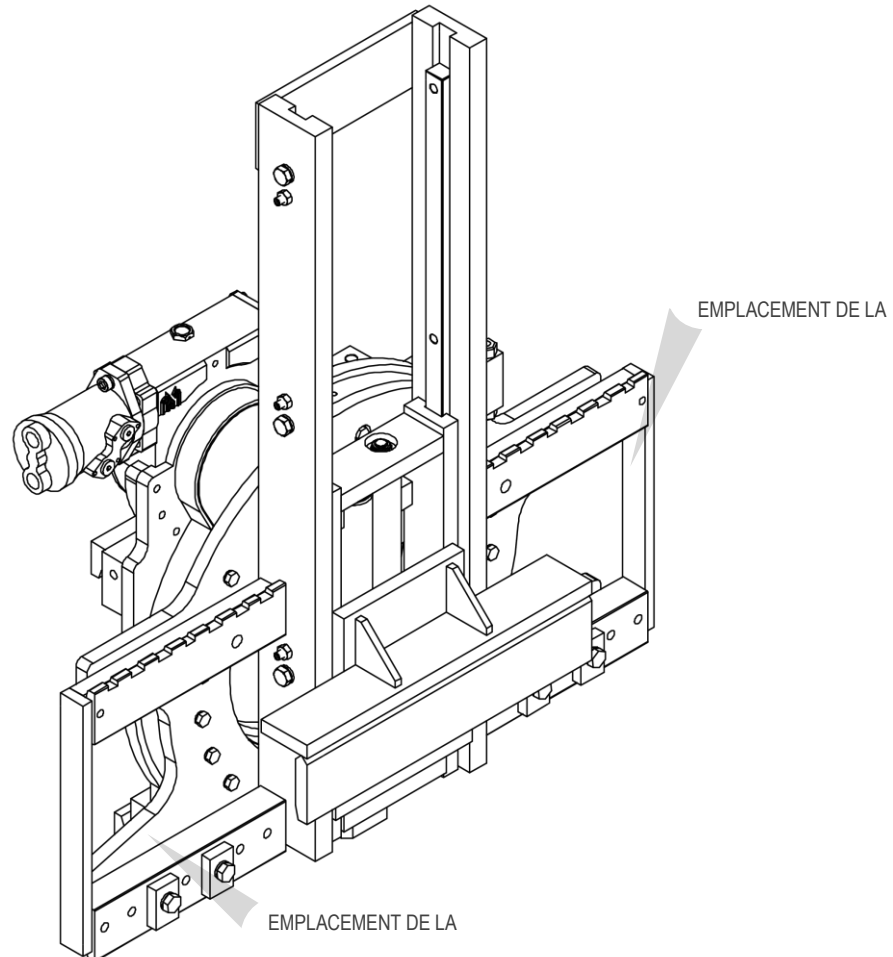

Figure 1
Tous les équipements A.T.I.B. – « RETOURNEUR DE CAISSONS ROTATIF 360° TYPE 219 » sont identifiés par une plaque adhésive (voir *Tableau 1*) placée sur l'équipement (voir *Figure 1*, qui indique les deux emplacements les plus communs de la plaque d'identification). Toujours se référer au numéro de série.
5. Pour la manutention, utiliser des sangles ou des chaînes dont les dimensions sont adaptées au poids de l'équipement, comme indiqué sur la plaque d'identification (voir *Figure 1* et *Tableau 1* page 6).
11. Raccorder le circuit hydraulique en s'assurant que la pression de service des tuyaux est supérieure ou égale à la pression indiquée sur la plaque d'identification (voir *Figure 1* et le *Tableau 1* page 6).
6. Pour la manutention, il sera nécessaire d'utiliser des sangles ou des chaînes dont les dimensions sont adaptées au poids de l'équipement, comme indiqué sur la plaque d'identification (voir *Figure 1* et *Tableau 1* page 6).